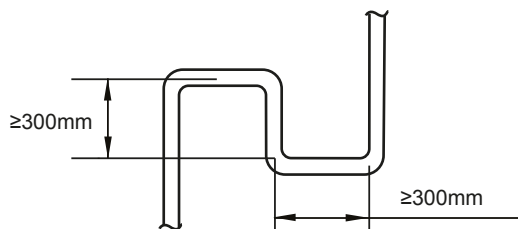

Figura 4.3
- Quando a unidade externa estiver acima da unidade interna e a diferença de nível exceder 20 m, é recomendável que uma curva de retorno de óleo seja configurada a cada 10 m no intervalo do tubo de gás da tubulação principal. As especificações recomendadas da curva de retorno do óleo são mostradas na figura 4.3.
- Requisito 3:** A maior diferença de nível entre unidade interna e a unidade externa não deve exceder 90m (se a unidade externa estiver acima) ou 110m (se a unidade externa estiver abaixo). Além disso: (i) Se a unidade externa estiver acima e desnível for maior que 20m, é recomendável que o sifão de óleo com as dimensões especificadas na Figura 4.3 seja instalada a cada 10m no tubo de gás do tubo principal; e (ii) se a unidade externa estiver abaixo e o desnível for superior a 40m, o tubo de líquido do tubo principal (L1) deve ser aumentado em um diâmetro.